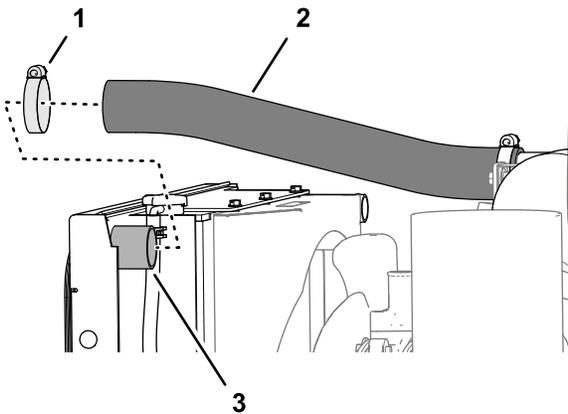

图40
1. 将进气软管的自由端安装到散热器顶部的出口上图40。
2. 使用在5卸下散热器软管(页码7)中卸下的软管夹图40将软管固定到出口。